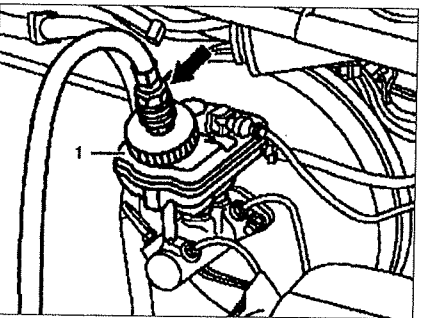

Рис. 1.38. Присоедините сливной шланг (стрелка) к бачку.
5. Присоедините сливной шланг (стрелка) (см. рис. 1.38).